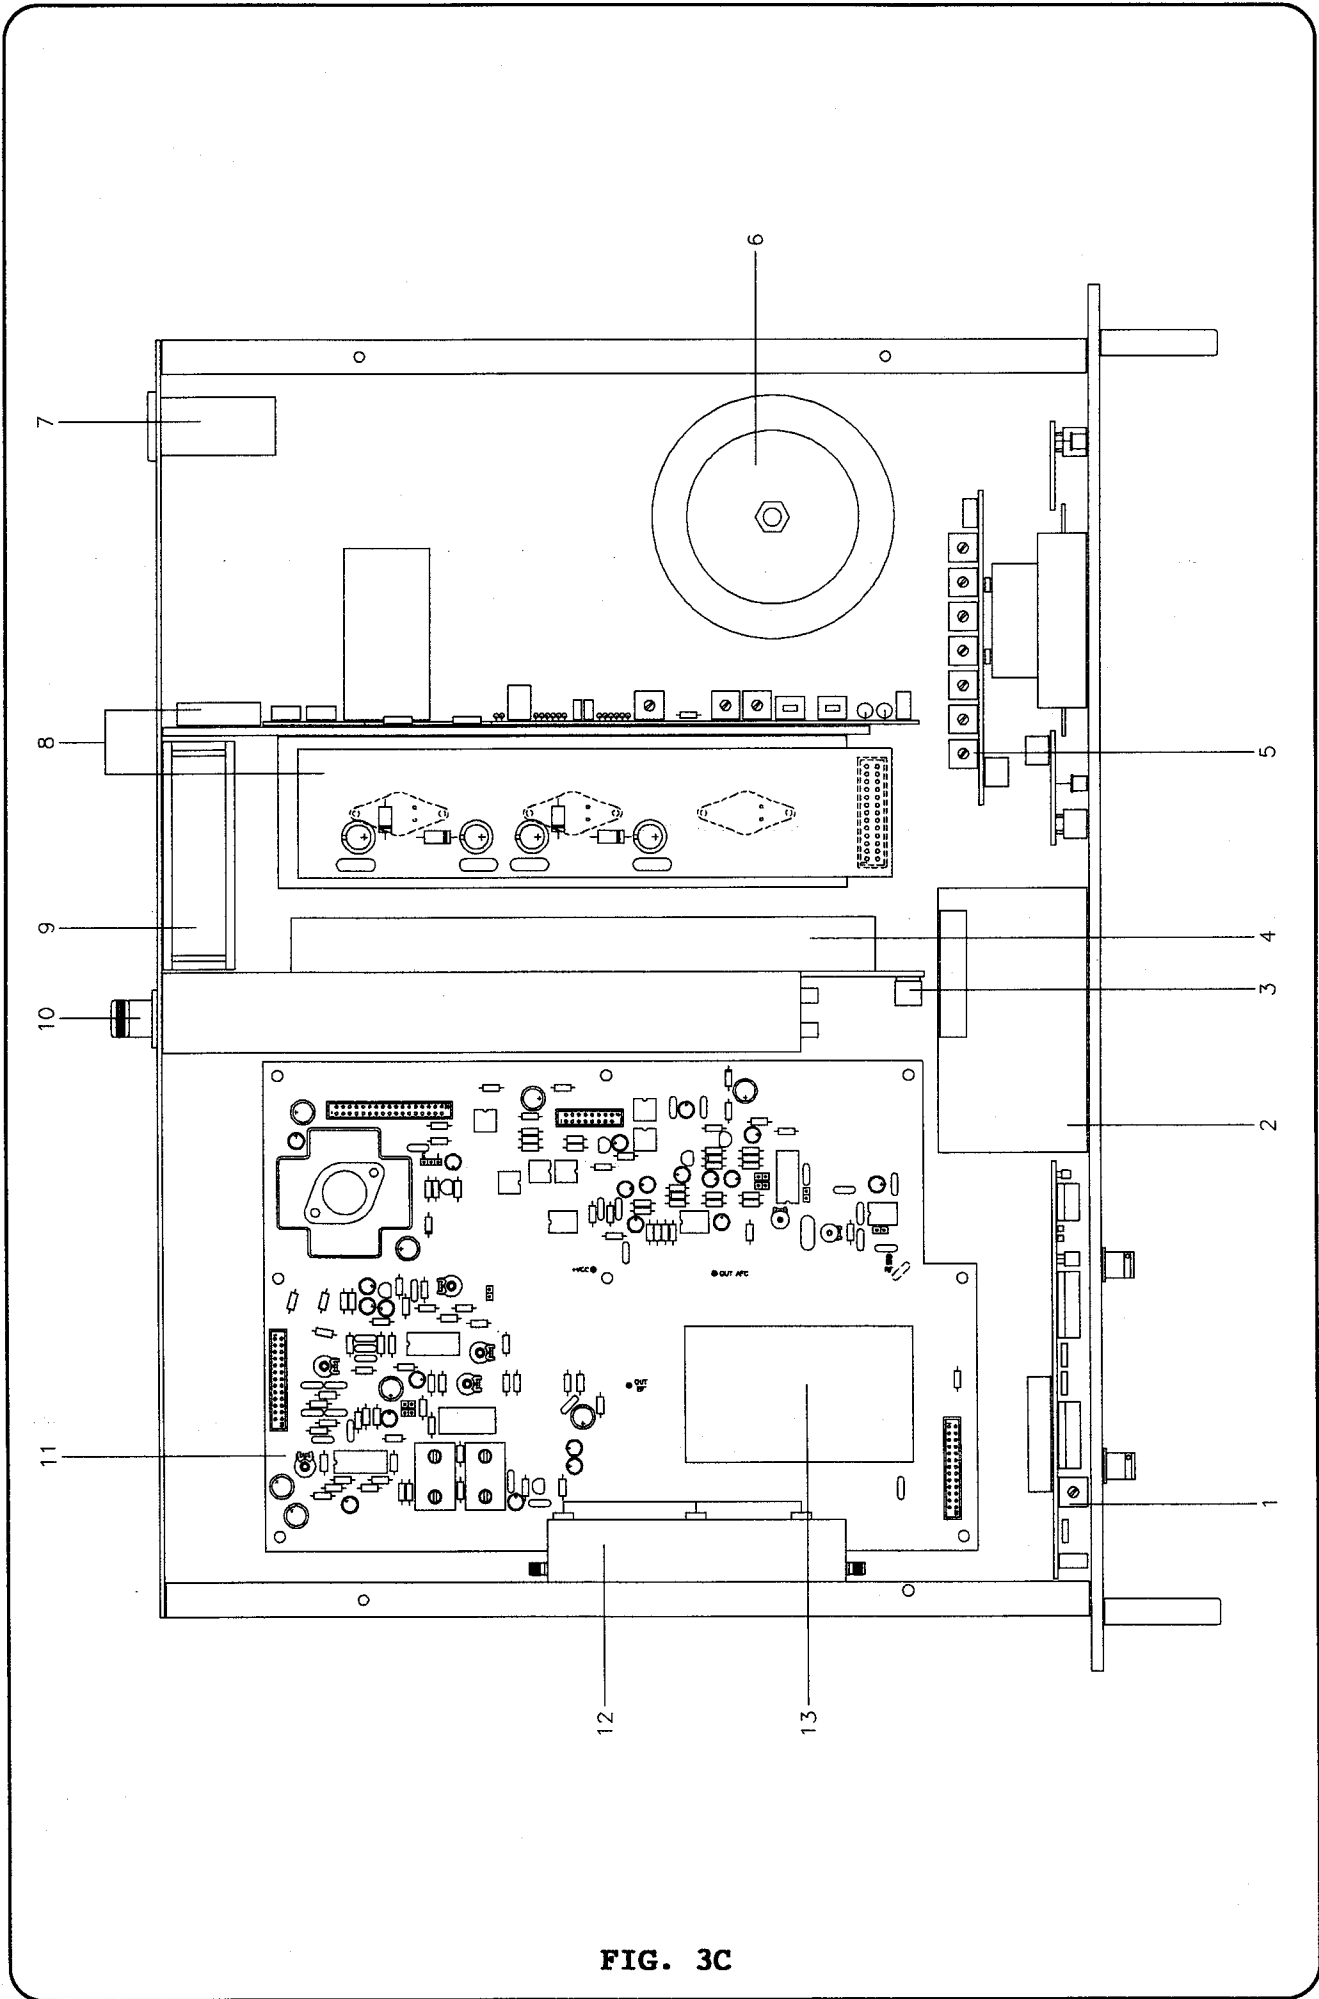

FIG. 3C
**DESCRIZIONE DELLA VISTA DALL'ALTO DEL PTRL-NV/2/HP (Fig.3C)**